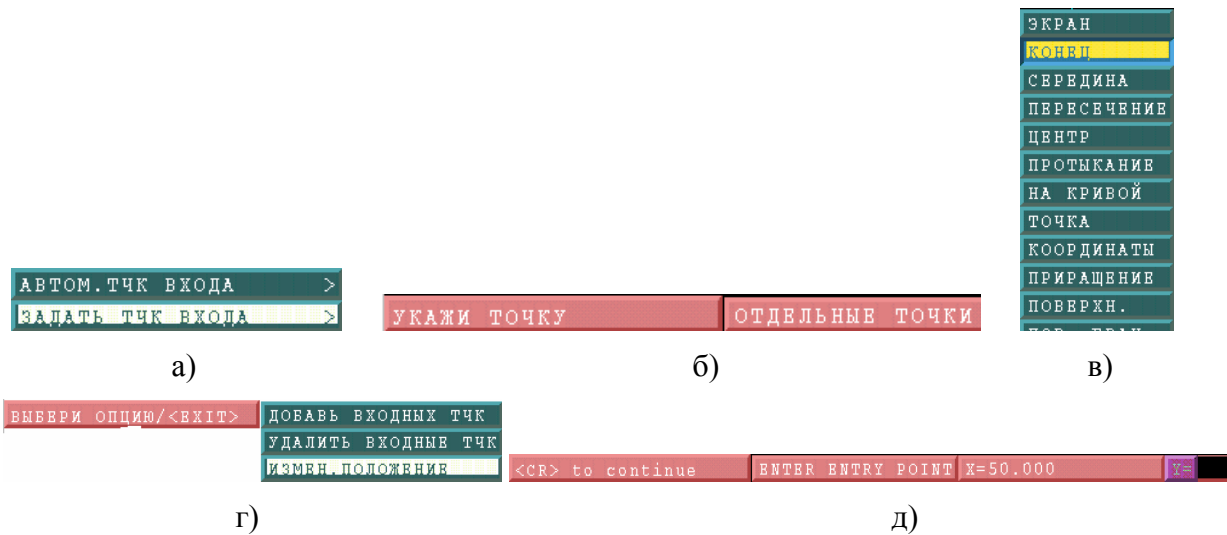

Рисунок 45 – Задание точки входа инструмента
- 2.5.7.4. Система просит указать точку (рисунок 45б). Наводим курсор на ту область экрана, где хотим, чтобы располагался инструмент, нажимаем кнопку **<PICK>**. Для того, чтобы использовать привязки, нажимаем правую кнопку мыши, появляется меню опций (рисунок 45в), где мы можем выбрать нужную привязку, щелкнув на ней левой кнопкой мыши. После того, как мы отметим точку на экране, в этой точке появится инструмент.
- 2.5.7.6. После этого появится меню (рисунок 45г), где будет предложено добавить входные точки, изменить входные точки или изменить положение выбранной точки, выбираем последний пункт и нажимаем кнопку **<PICK>**.
- 2.5.7.7. Система запрашивает: «Укажи ТЧК для изменения». Отмечаем на экране аналогичным образом ту же самую точку. Это делается для того, чтобы проверить, правильно ли мы указали точку по координатам. В верхней части экрана появляется строка (рисунок 45д) с текущими координатами этой точки, которые мы можем отредактировать. Для этого наводим курсор на нужное значение координаты и нажимаем кнопку **<PICK>**. Вводим значение параметра с клавиатуры и нажимаем кнопку **Enter**. Когда значения будут введены правильно, нажимаем кнопку меню **<CR> to continue** для того, чтобы продолжить.